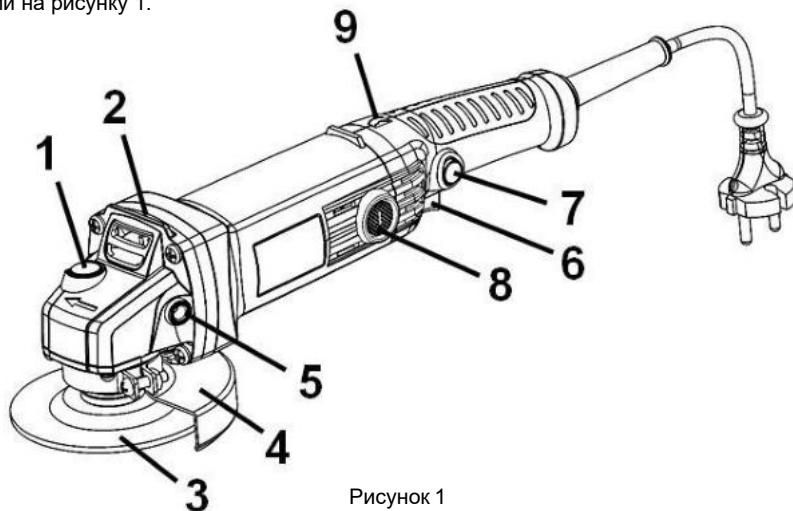

Рисунок 1
2.2.1 Конструкція виробу складається з одноступеневого редуктора з конічними шестернями в металевому корпусі (2), який приєднаний до пластикового несучого корпусу з колекторним двигуном змінного 1-фазного струму, перемикачем (6), мережевим шнуром живлення згідно з рис.1. Вихідний вал редуктора розташований перпендикулярно осі двигуна і є робочим шпинделем для приєднання змінних насадок (абразивних дисків) (3) з фіксацією затискною гайкою, або накрученими на шпиндель. На металевому корпусі (2) хомутівим з'єднанням закріплений захисний кожух (4) з можливістю фіксованого позиціонування по колу. Для фіксації шпинделя під час зміни дисків (3) в корпусі редуктора (2) передбачений кнопковий фіксатор (1). Електрична частина виробу складається з колекторного однофазного електродвигуна змінного струму, вимикача електроструму, регулятора швидкості, з'єднувальних проводів і мережевого шнура. Захист від ураження електричним струмом користувача у виробу відповідає класу II за ДСТУ EN 61140:2015.